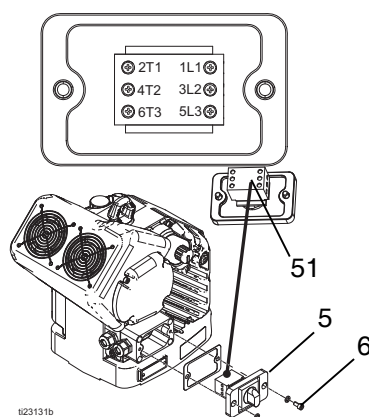

Fig. 15: Couvercle du boîtier de raccordement
10. Mettre le couvercle (G) du boîtier de raccordement en place et serrer les deux vis (6). Voir FIG. 15, page 15.
11. Raccorder les fils à l'interrupteur général (51) et serrer les vis des fils.